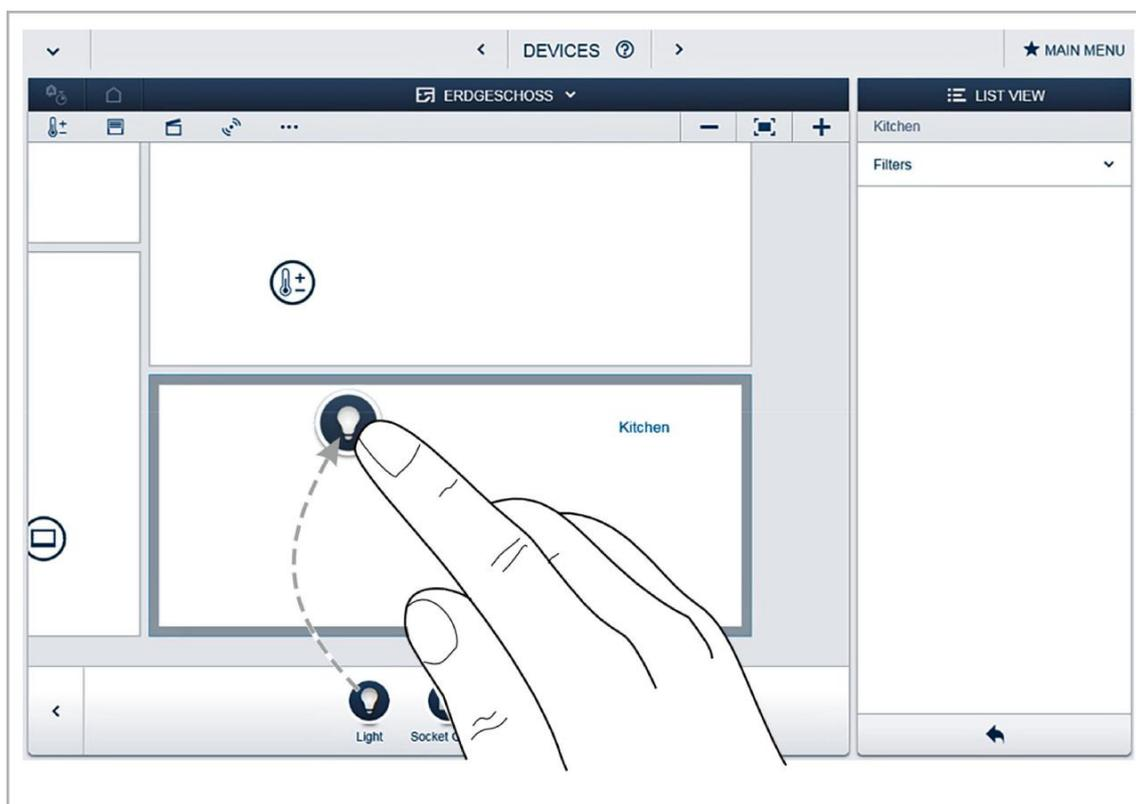

Fig. 22: Glissement de l'application à partir de la barre d'ajout
- Dans la barre "ajouter des appareils", sélectionnez l'application souhaitée et tirez-la par glissement-déposer sur le plan d'étage, voir fig. "Fig. 22: "à la page 41.